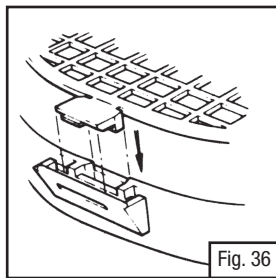

Fig. 36
4. Coloque la rejilla interior y el prefiltro de nuevo en la caja del motor y cierre la rejilla exterior. Asegúrese que la bisagra de la rejilla exterior esté posicionada en el hueco del ensamblaje de la caja del motor (Fig. 36).